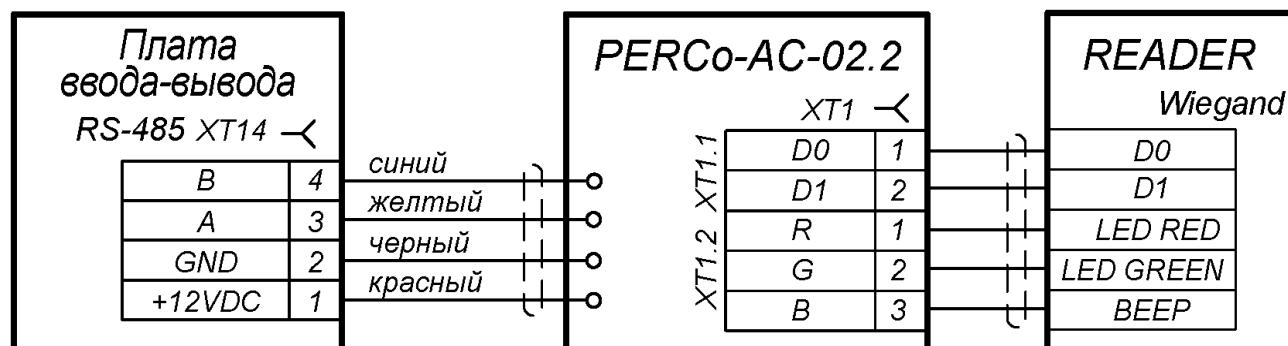

Рисунок 13. Схема подключения RFID-считывателя через конвертер AC-02.2
- По интерфейсу RS-485, контакты A и B кладки XT14 платы ввода-вывода (27). По RS-485 подключается считыватель **PERCo-IR10.1**, а также считыватели сторонних производителей, имеющие интерфейс связи Wiegand-26 (32, 34, 37, 40, 42, 48, 50, 56, 58, 64, 66) через конвертер **PERCo-AC-02.2**, см. схему на рис.13.
- По интерфейсу Ethernet – к свободному гнезду коммутатора (22).